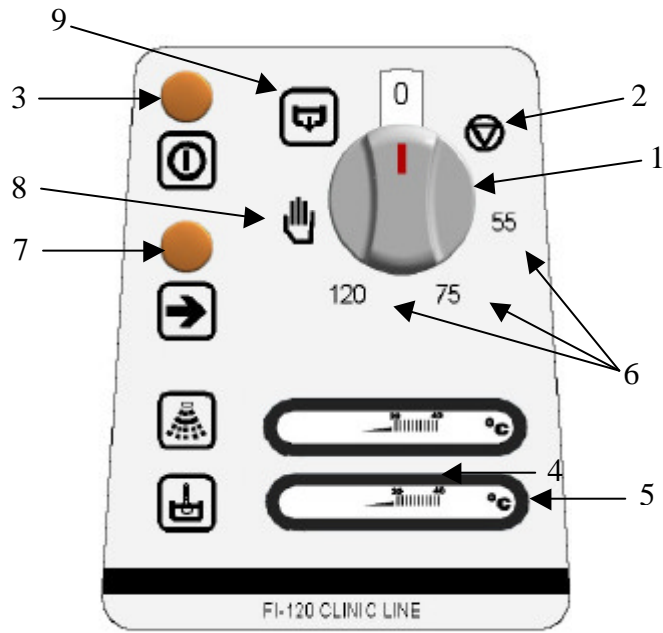
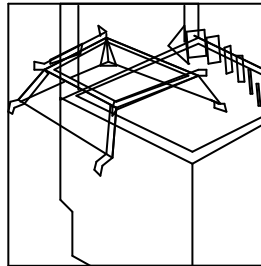
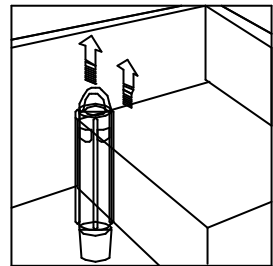

Fig.8
Fig. 13
Fig. 14
- Bajar el capo y girar el selector (1), (Fig. 8), a la posición de preparación (∇) (2). Se ilumina el piloto (3) y comienza el llenado y calentamiento del agua de aclarado y de lavado. La máquina está preparada cuando el termómetro de aclarado (4) indica 85 ÷ 90°C y el de lavado (5) indica 55 ÷ 60°C
- El aparato desagua automáticamente en cada ciclo. Para vaciar totalmente la cuba, extraer el aliviadero (Fig.14) y colocar el conmutador (1) en posición  (9)(Fig. 8).
- Dispone de 3 ciclos (6) de 55, 75 y 120 segundos y otro de tiempo indefinido en la posición que indica el número (8) del selector (1), (Fig. 8). El piloto (7) indica máquina trabajando.
- Para la limpieza general de la cuba extraer el soporte de cestillos (Fig. 13) y el aliviadero (Fig. 14). Después, posicionarlos correctamente.